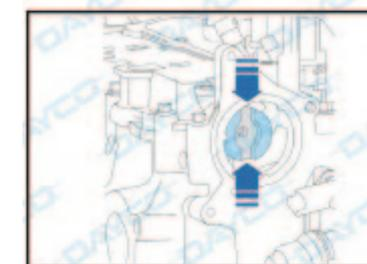

Fig. 1.3
- Verifique el posicionamiento correcto del eje de levas de descarga: la muesca para el accionamiento de la bomba de vacío, presente en su parte trasera, debe estar orientada verticalmente (Fig. 1.3).